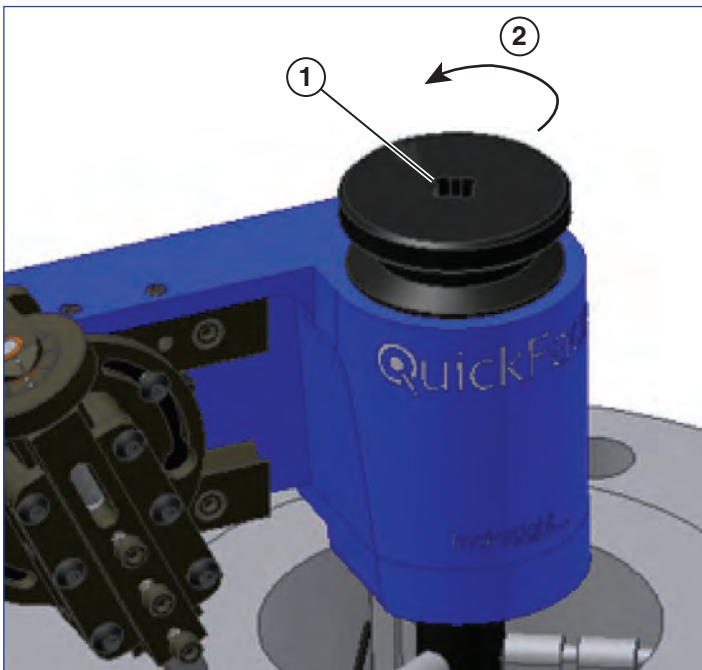

Abb. 15
11. Wenn die Fläche die gewünschten Ergebnisse erfüllt, entfernen Sie die Maschine, indem Sie den Arretierungsknopf des Dorns entgegen dem Uhrzeigersinn drehen (**siehe Abb. 15**). Wenn die Fläche erneut geschnitten werden muss, wiederholen Sie die Schritte 4 bis 11, bis Sie fertig sind.